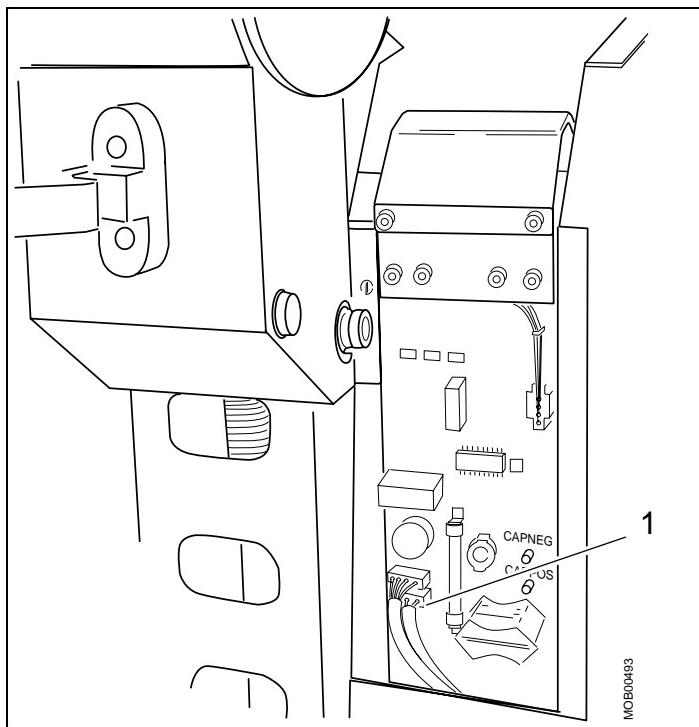

Fig. 3
- Disconnect K62 on D7 (pos. 1 / Fig. 3).